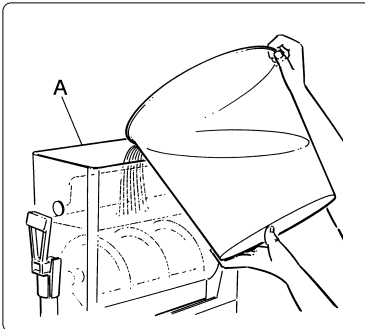

Abb. 4
- b) Das so erzielte Produkt in den Behälter (A) gießen (siehe Abb. 4).